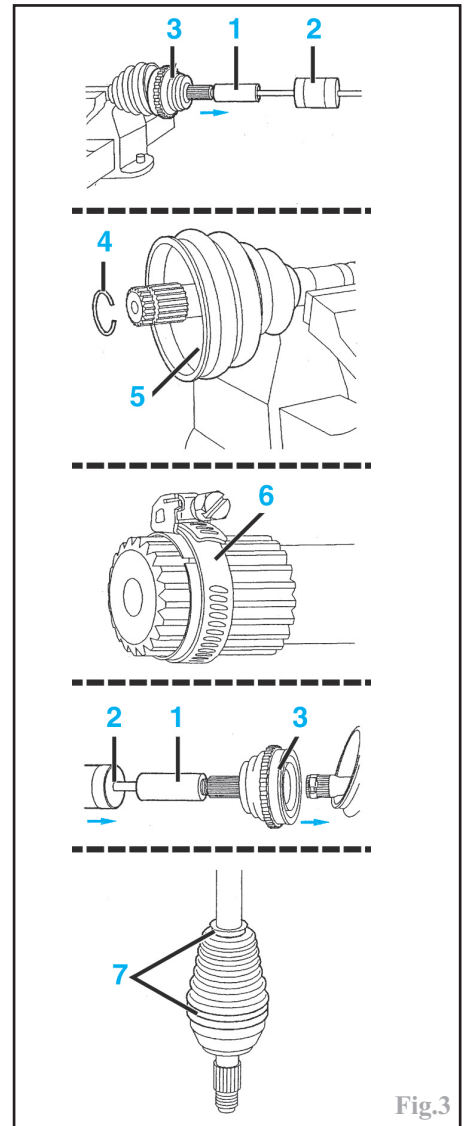

Fig.3
Visser la transmission le manchon fileté PSA 4083-T (1) puis sur celui-ci un extracteur à inertie PSA 1671-T (2) (Fig.3).